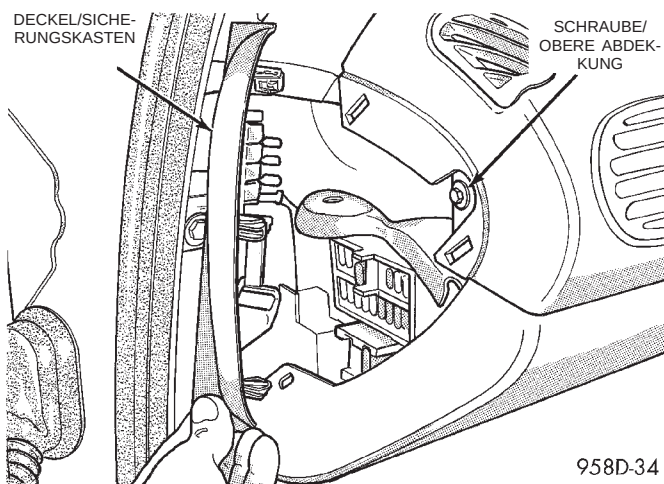

**Abb. 4 Schraube der oberen Abdeckung/Instrumententafel**
(3) Vor dem Ausbau der Lenksäule die Vorderräder geradeaus stellen.
(4) Den Deckel des Sicherungskastens vom linken Ende der Instrumententafel abbauen (Abb. 4). Die Schraube im Sicherungskasten lösen, mit der die obere Abdeckung der Instrumententafel befestigt ist (Abb. 4).